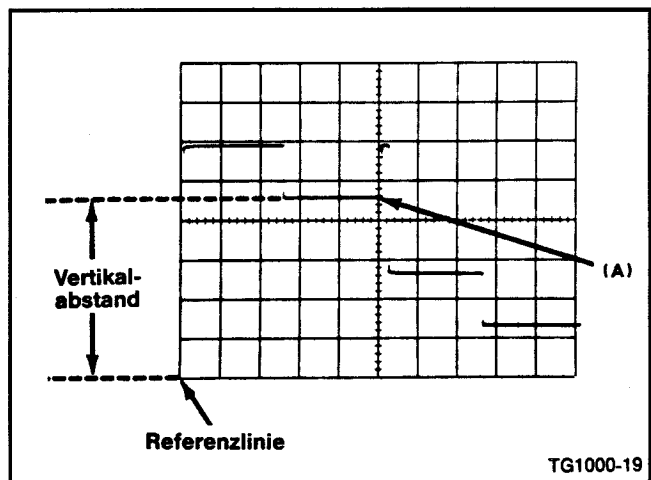

Abb. 2-4. Gleichspannungsmessung mit Bezug auf eine Referenzspannung.
4. Lesen Sie die Distanz in Rasterteilen zwischen Referenzlinie und dem zu messenden Punkt des dargestellten Signals ab. Im Beispiel Bild 2-4 wurde die Messung zwischen der Referenzlinie und dem Punkt A durchgeführt.